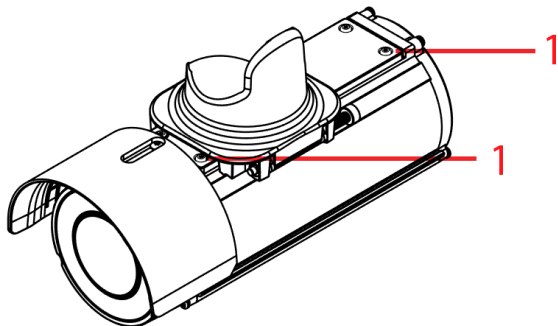

Figura 10
E. Fije la placa del brazo de montaje a la cámara atornillando los cuatro tornillos T10 (1) (Figura 10) a la placa del brazo de montaje.